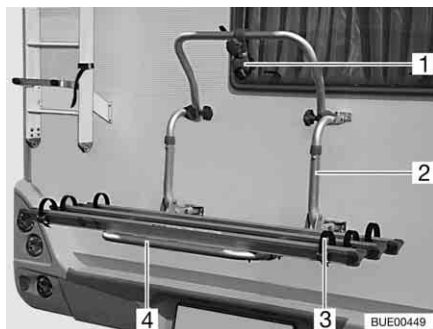

Fig. 5 Portabicicletas, no descendible
Con el portabicicletas (Fig. 5,2) se pueden transportar cómodamente 2 bicicletas. Es posible ampliarlo a 3 bicicletas.
- Plegar hacia abajo estribo telescópico giratorio (Fig. 5,4).
- Colocar las bicicletas y atarlas con correas de cierre rápido (Fig. 5,3).
- Sujetar la barra de arriostamiento (Fig. 5,1) al marco de la bicicleta exterior.